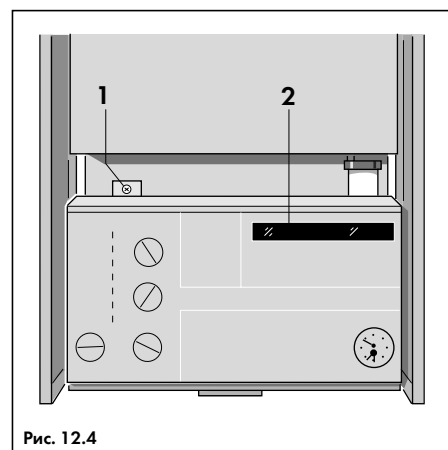

Рис. 12.4
- Отвернуть винт (1, рис. 12.4) и откинуть панель управления;